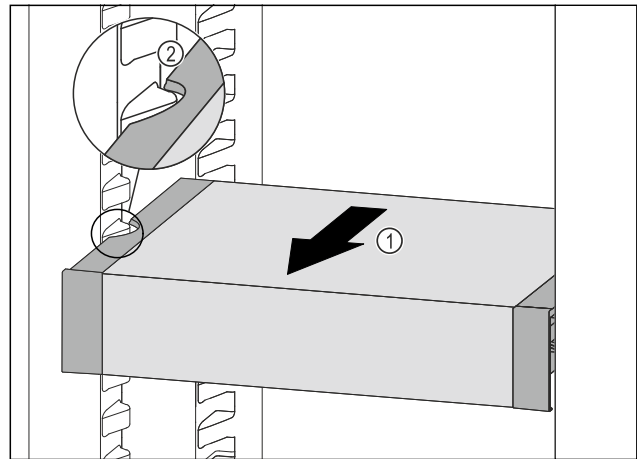

Fig. 172
- ▶ VarioSafe nach vorne ziehen *Fig. 172 (1)*, bis sich die seitlichen Aussparungen des VarioSafes auf Höhe der Behälterrippe im Kühlteil befinden. *Fig. 172 (2)*